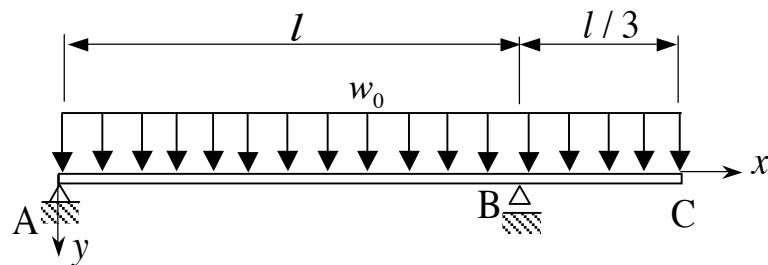

図3 等分布荷重  $w_0$  を受ける片側突き出しあり
26. 図3に示すような等分布荷重  $w_0$  を受ける片側突き出しありがある。図中に示すように、断面の位置を表すための座標  $x$  は、A点を原点として右向きに設定するものとする。以下の問い合わせに答えよ。
- (1) どのような支点反力が作用するか図示し、それらの値を求めよ。
- (2) このはりに作用するせん断力と曲げモーメントについて以下の問い合わせに答えよ。
- (a)  $x$  の関数としてのせん断力と曲げモーメントの式を求めよ。図3中に示す  $x$  以外の座標を導入してもよいが、その場合には導入座標の設定を明示すること。
- (3)  $l = 1000 \text{ mm}$ ,  $w_0 = 5 \text{ N/mm}$  である場合について以下の問い合わせに答えよ。
- (b) 図3のはりの断面が図4の形状であるとき、はりに作用する最大の曲げ